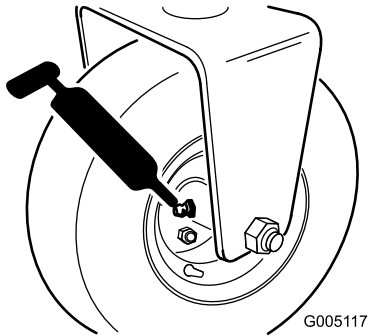

Bild 35
- Heckrollenabe, oder bei einem Dreiradantrieb, Rollenkupplungen des Hinterrads und externes Kugellager (1) (Bild 35)